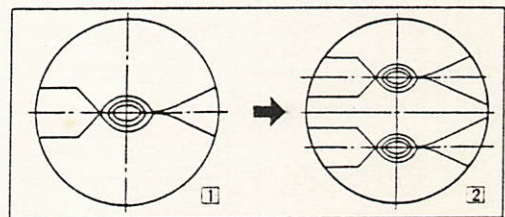

図6
- 10) ソケットスリーブランプねじを緩め、ランプ左右心出しねじとランプ上下心出し環を操作して、アーク像を開口絞り面の中心に持ってきます。(図6-I)
- 12) バックミラー心出しねじでアーク像とミラー像を対称位置になるように調節します。(図6-②)